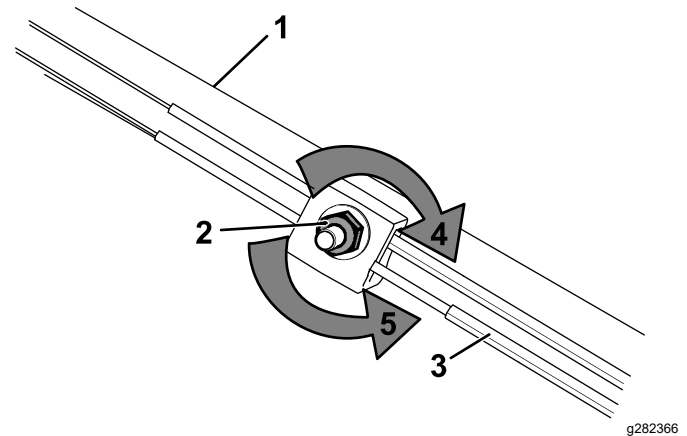

Figura 26
1. Gire la tuerca de ajuste en sentido antihorario para aflojar el ajuste del cable (Figura 26).
2. Ajuste la tensión del cable (Figura 26) tirando del mismo hacia atrás o empujándolo hacia adelante, y sujételo en esa posición.